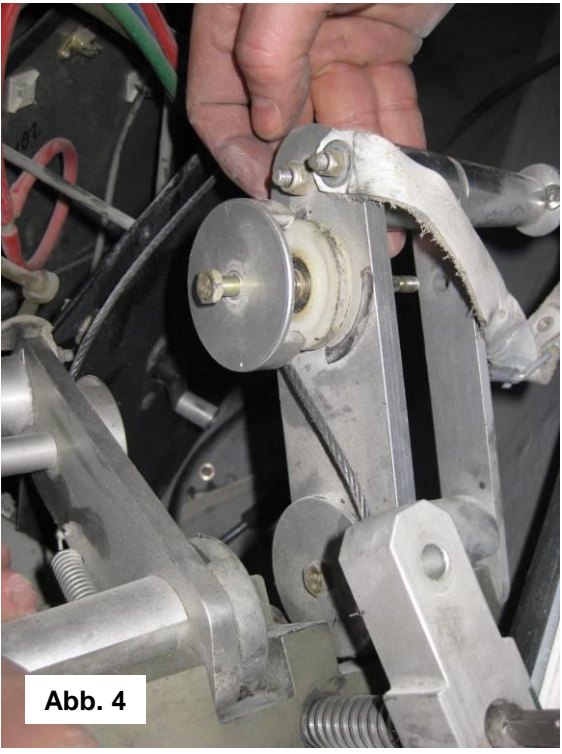

Abb. 4
- 2 Lösen der Befestigungsschraube eines oberen Seilkäfigs und Öffnen des Seilkäfigs durch seitliches Wegschieben (siehe Abb. 4).
*Loosen the fastener screw of one upper cable cage and open the cage by moving the cage sideward (see Abb. 4).*